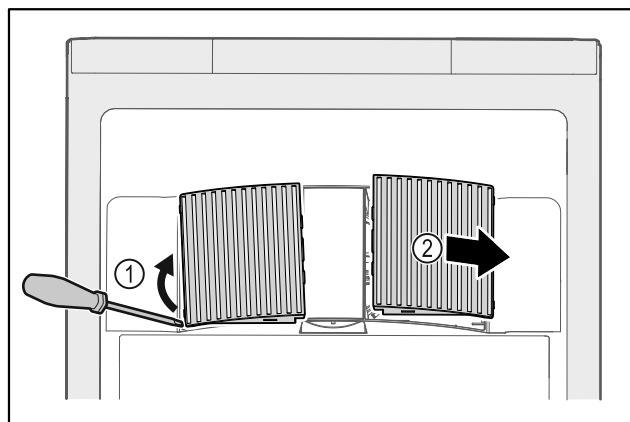

Fig. 142
- ▶ Ventilatorafdekkingen voorzichtig aan de zijkant eruit halen *Fig. 142 (1)* en naar de voorkant toe verwijderen *Fig. 142 (2)*.